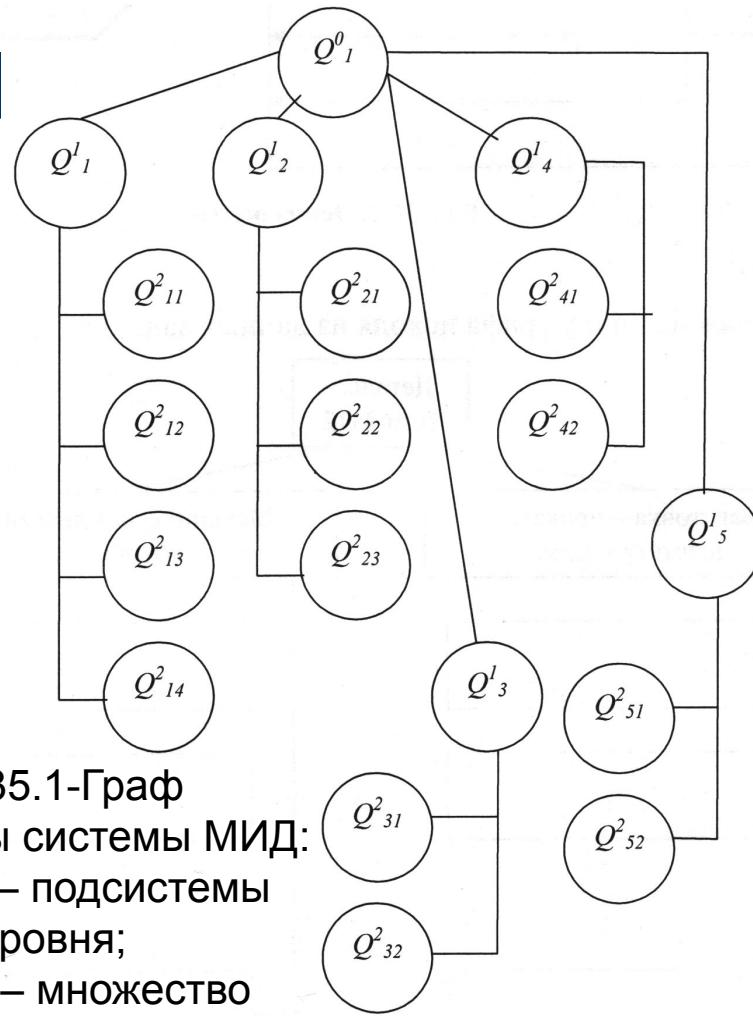

Рисунок 35.1-Граф структуры системы МИД:
- Применяя указанные отношения, можно комбинировать характеристики МИД с целью создания новых вариантов (рис. 35.1).